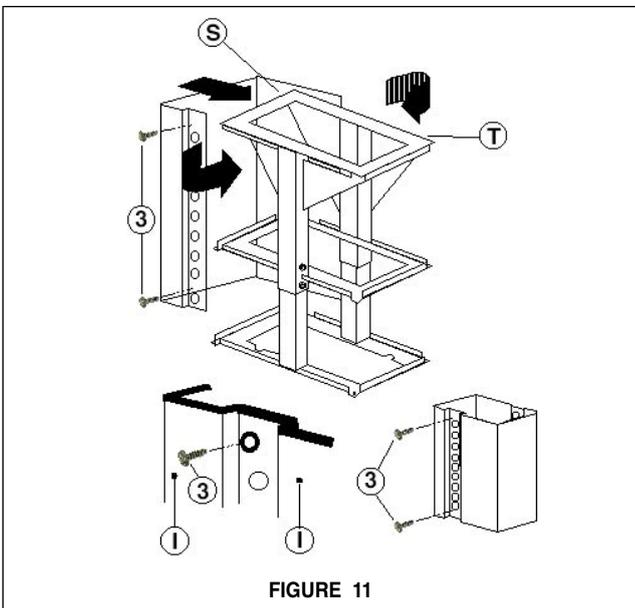

FIGURE 11
8. Installer le couvercle de cheminée au support. Le couvercle de cheminée comprend deux sections chacune ayant deux pièces. La section supérieure du couvercle de cheminée (**S**) doit d'abord être installée, puis la section inférieure (**I**). Les **FIGURES 11 et 12** illustrent l'assemblage du couvercle de cheminée. La section inférieure s'ajuste par-dessus la section supérieure. Une fois les couvercles en position, utiliser des vis pour attacher le haut et le bas de chaque couvercle au support.